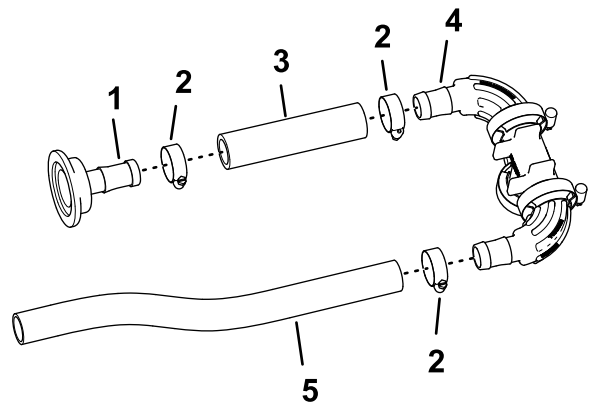

Bild 88
2. Montieren Sie das andere Ende des Schlauchs (1" x 5-3/4") mit einer Schlauchklemme am gezahnten Anschlussstück des Verteilers, wie in Bild 88 abgebildet, und ziehen Sie die Klemme mit der Hand an.
3. Montieren Sie den Schlauch (1" x 16") mit einer Schlauchklemme am anderen gezahnten Anschlussstück des Verteilers und ziehen Sie die Klemme mit der Hand an (Bild 88).
1. Montieren Sie den Schlauch (1" x 5-3/4") mit einer Schlauchklemme (3/4" bis 1-1/2") an der geraden Schlauchzahnung (1" x 2") und ziehen Sie die Klemme mit der Hand an (Bild 88).